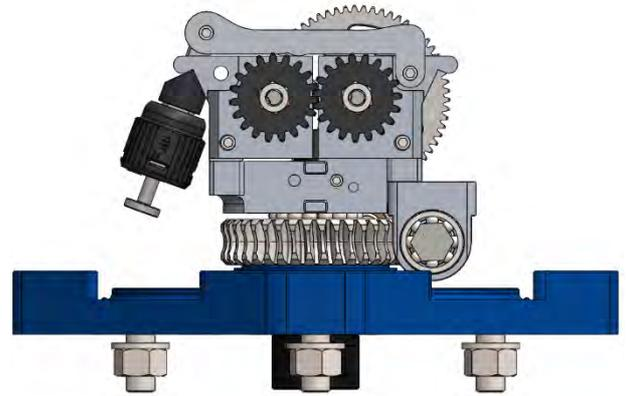

Figure 15
1. Retirez le couvercle comme expliqué dans le chapitre précédent Figure 15;